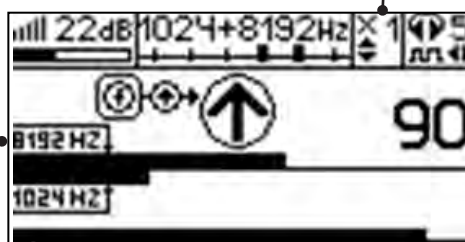

Рис.8.4
По направлению «стрелки» можно отличить «свой» сигнал от «чужого», поскольку направление тока в «своей» коммуникации противоположно «перенаведенным» токам, протекающим по «чужим» коммуникациям. Направление сигнала - вперед  является условным понятием и «назначается» оператором для данного положения датчика относительно данной трассы, которое фиксируется оператором по метке в виде красного винта (рис.8.4), расположенной на одной из сторон датчика ЭМД-247.
4. «Назначение» производится нажатием кнопки **f** при расположении датчика точно над «выделенной» коммуникацией, считающейся «своей». После этого указатель направления сигнала приобретает вид - . При переходе на «чужую» коммуникацию с другим «направлением сигнала» (или при изменении положения датчика на «обратное») прозвучит уведомление и стрелка покажет «направление сигнала - назад » (рис.8.4)
Методика: Производя трассировку с применением ЭМД на низкой активной частоте (512Гц / 1024Гц) (**см. раздел активный трассопоиск**), наблюдать за уровнем сигнала. Локальное повышение и резкое уменьшение уровня указывают на вероятность наличия дефекта изоляции. (**рис. 8.4**) При этом величина сигнала может меняться по различным причинам: положение датчика, глубина залегания кабеля, наличие мешающих конструкций, поэтому таким методом можно обнаружить лишь «низкоомные» дефекты сопротивлением менее 1кОм.